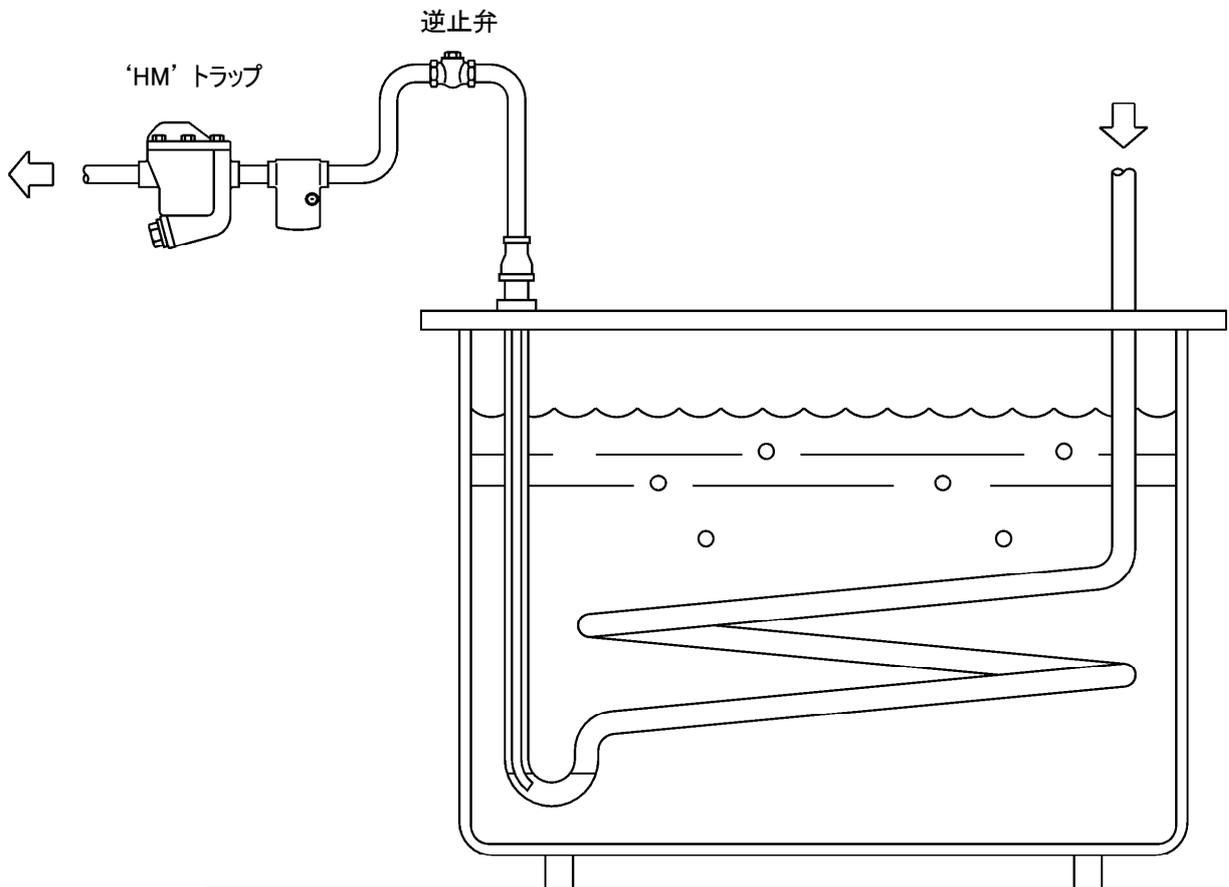

図 6
- 3.8** トラップが排水ポイントより高く、小さい立ち上がりボアに接するところに取り付けなければならない場合、‘U’ シールを使ってください。内部がウォーターシールされないように、トラップの前に逆止弁を取り付けてください（図6参照）。